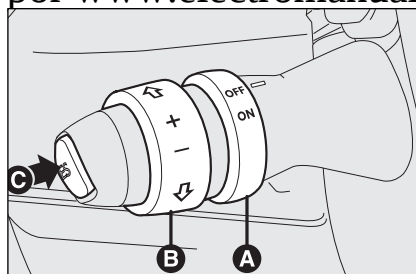

fig. 56
Gire el casquillo **A**-fig. 56 a la posición **ON**.
- ☐ gire el casquillo **A**-fig. 56 a **ON** y pisando el pedal del acelerador lleve el coche a la velocidad deseada;
- ☐ pulse la tecla **C-fig. 56**.
- ☐ girando momentáneamente el casquillo **B-fig. 56** a (+).
- ☐ manteniendo girado el casquillo **B-fig. 56** a (–) hasta alcanzar la nueva velocidad que permanecerá automáticamente memorizada.
Gire el casquillo **A-fig. 56** a **OFF** o la llave de contacto a la posición **STOP**. Además, el dispositivo se desactiva automáticamente en uno de los siguientes casos:
*En caso de funcionamiento defectuoso o de avería, gire el casquillo **A-fig. 56** a **OFF** y acuda a un taller de la Red de Asistencia Fiat después de haber verificado la integridad del fusible de protección.*